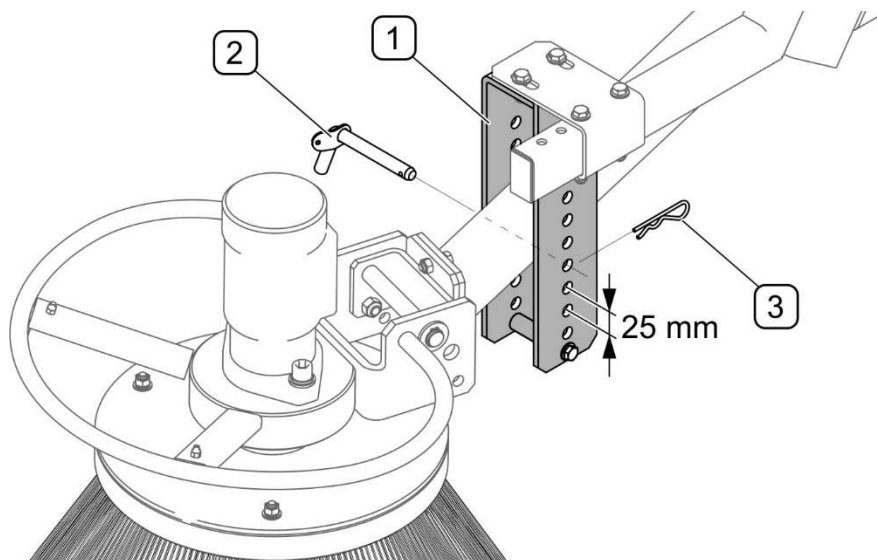

ABB. 5.4 Einstellung des Andrucks der Seitenbürste
(1) - Führung des Bürstenarms; (2) - Stift; (3) - Sicherungssplint
Um den Andruck der Bürste (ABB. 5.4) einzustellen, muss der Stift (3) herausgezogen und in eine andere Stiftöffnung (2) in der Halterung (1) eingeführt und mit dem Splint (3) gesichert werden.